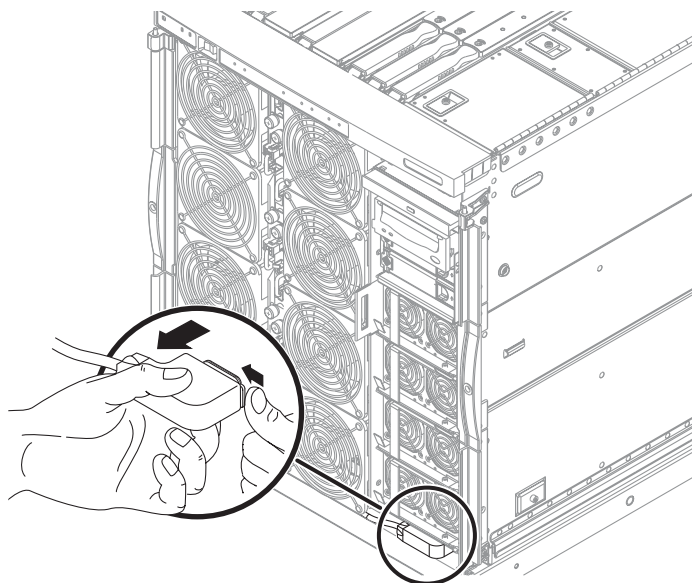

図 6-5 ファントレーの電源コネクタの外し方
5. ファントレーの電源コネクタのラッチを解除して、コネクタを外します (図 6-5)。
6. ファントレーの電源コネクタを接続します (図 6-5)。